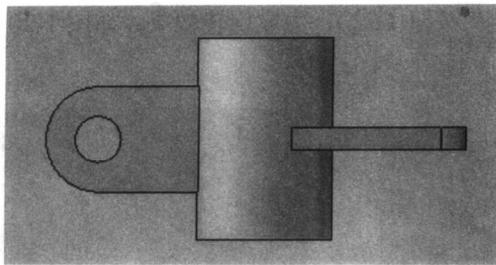

图 1-15 拉伸效果
(8) 单击“拉伸凸台/基体”工具按钮()，打开“拉伸”属性管理器，将方向1和方向2的深度均设置为2.5mm。然后单击“确定”按钮()，生成拉伸效果，如图1-15所示。